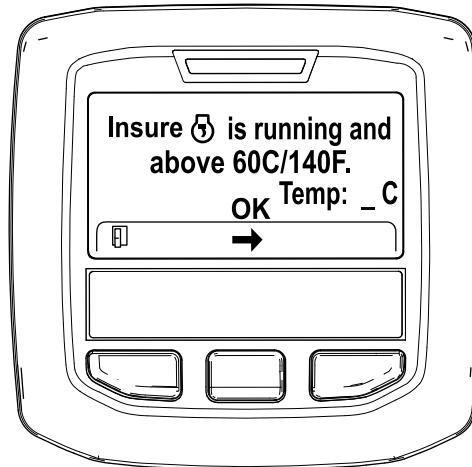

図 45
5. 冷却液の温度が 60°C (140°F) 未満の場合には、Insure ⑤ is running and above 60C/140F エンジン作動と冷却水を確認と表示される図 45。 インフォセンターの上で冷却水温度を確認し、温度が 60°C (140°F) になるまでフルスロットルでエンジンを回転させてから中央ボタンを押す。